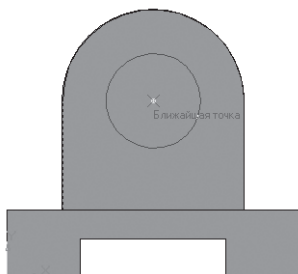

Рис. 192
- установите курсор мыши в центре окружности (сработает глобальная привязка **Ближайшая точка**). Постройте окружность радиусом 13 мм ($\varnothing = 26$) – рис. 192;